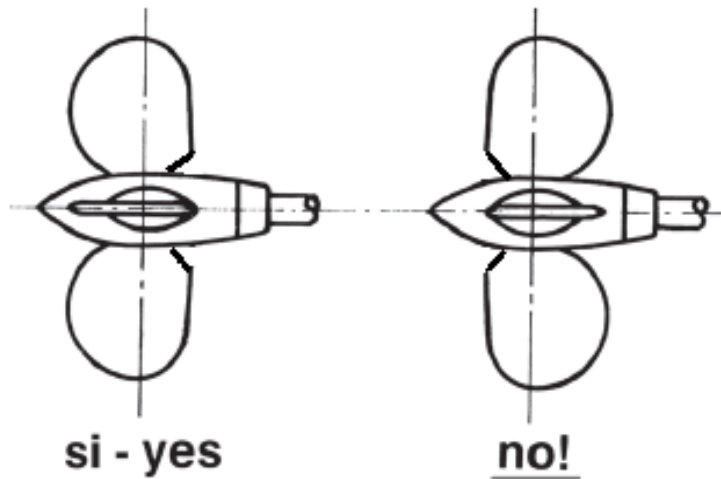

Fig.6
- d) Orientate le pale nella loro posizione di bandiera (cioè perfettamente allineate con l'asse del corpo dell'elica), facendo attenzione che il loro profilo sia come quello mostrato in Fig.6.
Move the blades into the feathered position, making sure that the rounded trailing edges of the blades are aft as shown in Fig. 6 .
- In posizione di bandiera le pale devono essere perfettamente allineate ed orientate come in Fig. 6
- *In the feathered position the blades must be perfectly lined up and set like Fig. 6*